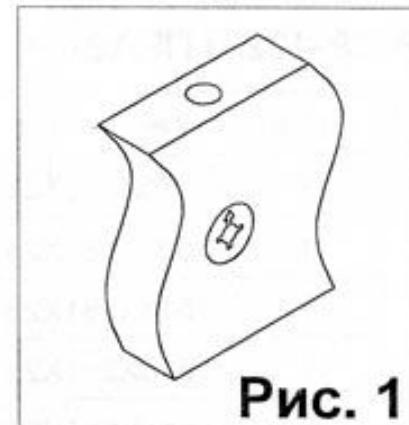
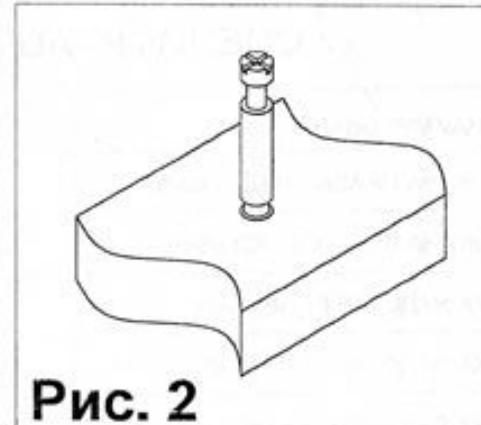

Рис. 1
Рис. 2
1. Забить шканты (1) в торцевые отверстия планок 26 и 9, и соединить их с боковинами 16 и 17. Фиксацию планок произвести при помощи евровинтов (2). Забить шкант (1) в отверстие находящееся в верхнем торце планки (9). Закрутить в муфты полки 19 дюбеля стяжек-растекс (4) (см. рис.2).. Вставить стяжки-растекс (3) в боковины 16 и 17 (см. рис.1). Установить полку 19. Фиксацию стяжки-растекс (3) произвести путем поворота ее по часовой стрелке. Забить шканты (7) в полку 19 так, чтобы выступающая часть шканта (7) составила примерно 20 мм.